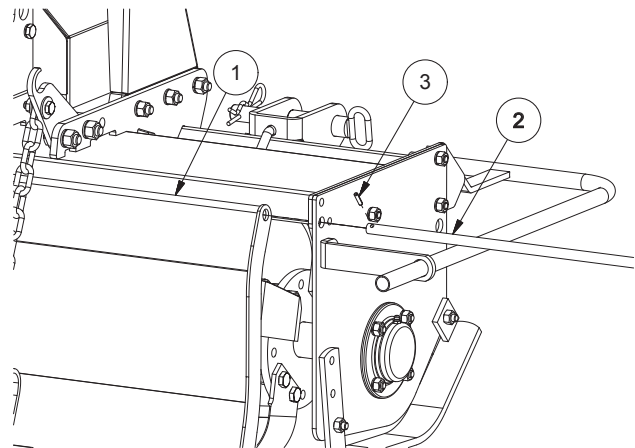

FIG. 7
- Montar el capó posterior (1, Fig. 7): posicionarlo entre los lados de la estructura; introducir la varilla (2) a través del capó y los dos lados; fijar el deslizamiento de la varilla introduciendo los dos enchufes elásticos (3) en los agujeros obtenidos en la extremidad de la misma.